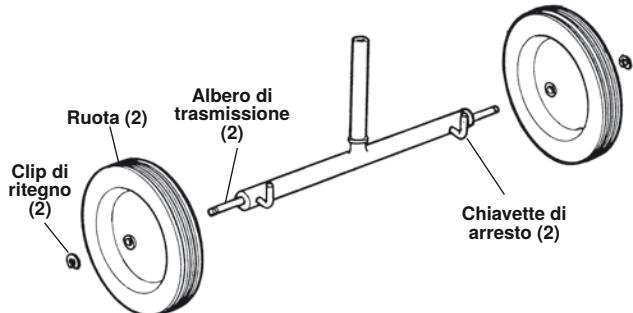

Figura 27 – Complessivo trasportatore n. 32
- Se necessario, assemblare il Trasportatore n. 32 (vedere *Figura 27*).